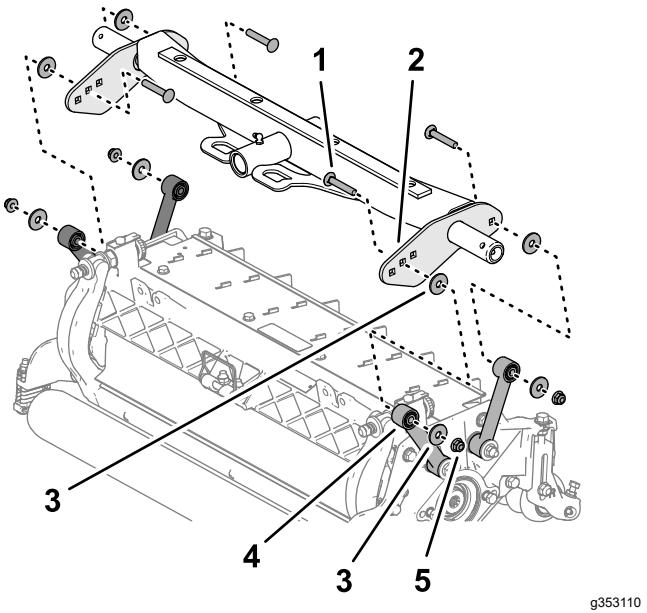

Figura 16
2. Alinee una arandela entre la placa de tiro y el tirante (Figura 16), y monte provisionalmente las placas y el espaciador con un perno de cuello cuadrado (3/8" x 2 1/4"), una arandela y una contratuerca con arandela prensada (3/8").